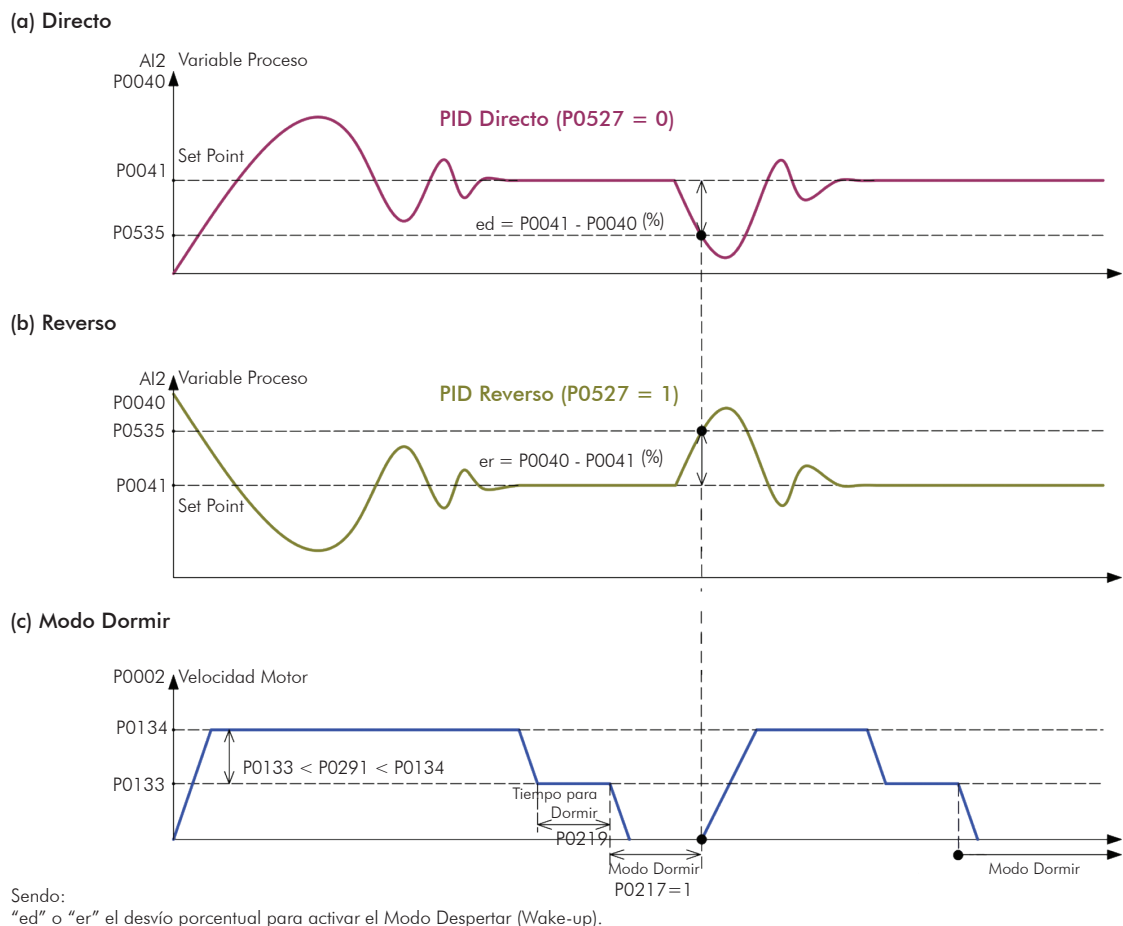

Figura 20.2 - (a) a (c) - Tipos de acción del PID
2. **Definir el tipo de la acción del PID** que el proceso requiere: directo o inverso. La acción de control debe ser directa (P0527 = 0) cuando es necesario que la velocidad del motor sea aumentada para incrementar la variable del proceso. En caso contrario, seleccionar inverso (P0527 = 1). Consulte la Figura 20.2 en la pagina 20-4.
El modo dormir es un recurso útil para ahorrar energía cuando se utiliza el regulador PID. Consulte la Figura 20.2 en la pagina 20-4.
Para el modo dormir funcionar habilite la lógica de parada programando $P0217 = 1$ (activa). La condición de bloqueo es la misma existente para la lógica de parada sin PID. Consulte la [Sección 12.6 LÓGICA DE PARADA \[35\] en la pagina 12-10](#). Sin embargo, el ajuste de $P0291$ debe ser: $P0133 < P0291 < P0134$. Consulte la Figura 20.2 en la pagina 20-4.